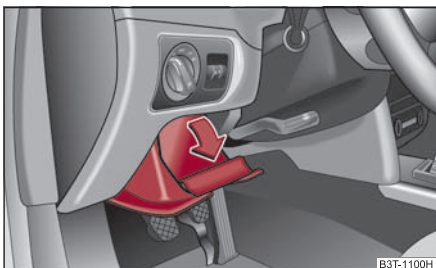

Fig. 109 Tabloul de bord:
- Compartimentul se deschide prin ridicarea mânerului și rabatarea în sensul săgeții ⇒ fig. 109.